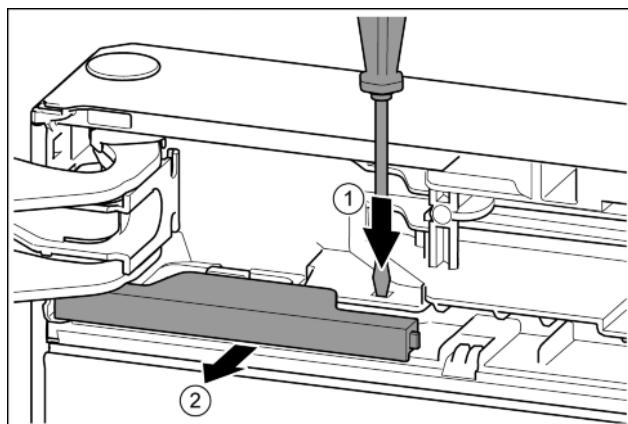

Fig. 12
- Нажать накладку шлицевой отверткой. Fig. 12 (1)
- Вынуть крышку из зацепления. Fig. 12 (2)